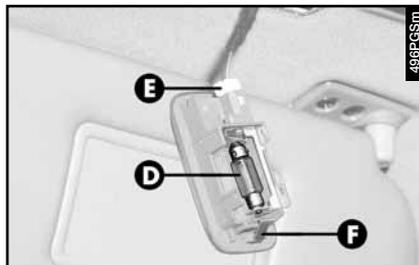

fig. 75
– Enlever l'ampoule (**D-fig. 75**) en la tirant vers l'extérieur et en la dégageant des contacts latéraux.
– Remonter le plafonnier en l'engageant d'abord de côté (**E-fig. 75**) et ensuite en appuyant sur l'autre côté jusqu'à entendre le déclic de blocage de la languette (**F-fig. 75**).